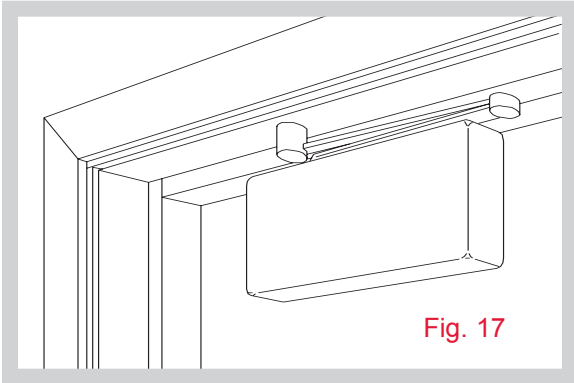

Fig. 17
- 3 Taladre y atornille a través del marco y el refuerzo para la conexión de los herrajes. (Fig 17)